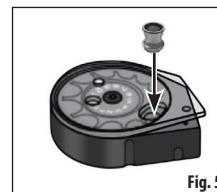

Fig. 5C
4. Placez un doigt sous le chargeur pour couvrir le trou et mettez le premier plomb, tête en premier lieu, dans le chargeur (Fig. 5C). Assurez-vous que le plomb ne dépasse pas du dos du chargeur. Si le plomb dépasse, poussez simplement le plomb vers l'intérieur.